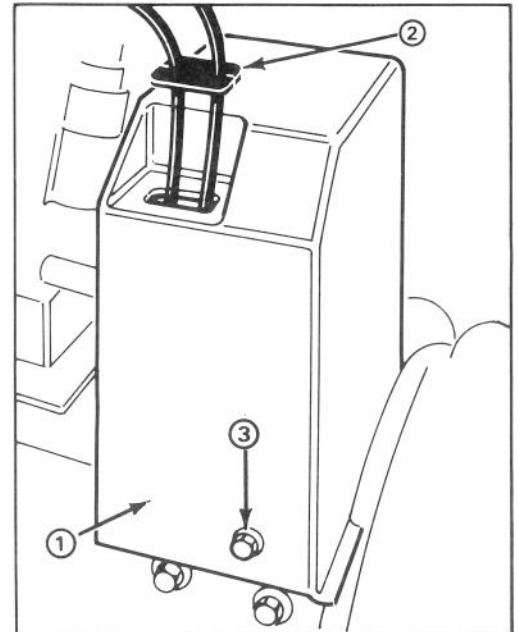

Abbildung 24
- Die drei (3), die Riemenabdeckung am Motorrahmen befestigenden Kopfschrauben entfernen und die Abdeckung auf den Kabeln nach oben schieben (Abb. 24).